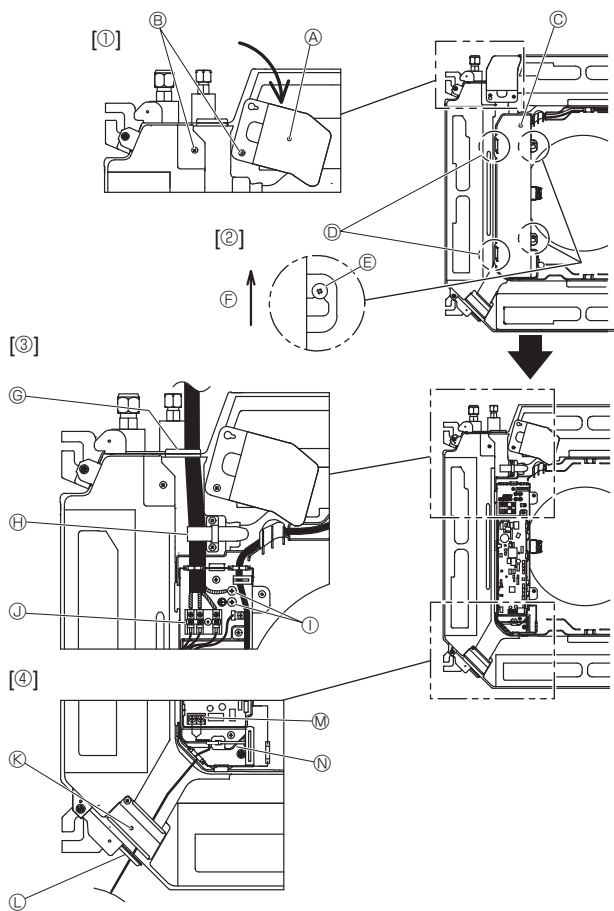
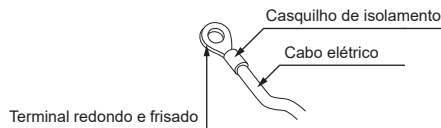
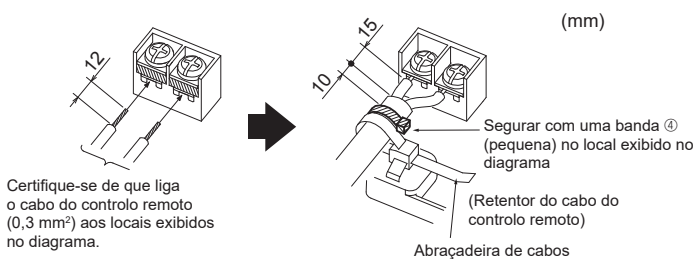

Fig. 6-1
Fig. 6-2
Fig. 6-3
6.1. Unidade exterior (Fig. 6-1)
- Desaperte os dois parafusos que seguram o painel de serviço da cablagem elétrica e, em seguida, rode o painel. [Fig. 6-1 ①]
- Desaperte os dois parafusos que seguram a tampa da caixa elétrica e, em seguida, faça deslizar a tampa. [Fig. 6-1 ②]
- Faça passar o cabo de alimentação, o cabo de ligação da unidade interior/exterior e o fio de terra pelas entradas de cablagem mostradas no diagrama. [Fig. 6-1 ③] Coloque a parte revestida do cabo de alimentação e do cabo de ligação da unidade interior/exterior na caixa elétrica. Utilize terminais redondos e frisados para o terminal de ligação da unidade interior-exterior e o kit de terminais de alimentação opcional. [Fig. 6-2] Se não puder utilizar terminais redondos e frisados, consulte as Fig. 6-3 a 6-6. Consulte as secções 6.1.1. e 6.1.2. para obter informações sobre a ligação.
- Faça passar e prenda o cabo do controlo remoto nas entradas de cablagem mostradas no diagrama. [Fig. 6-1 ④, Fig. 6-3] Consulte as secções 6.1.1. e 6.1.2. para obter informações sobre a ligação.